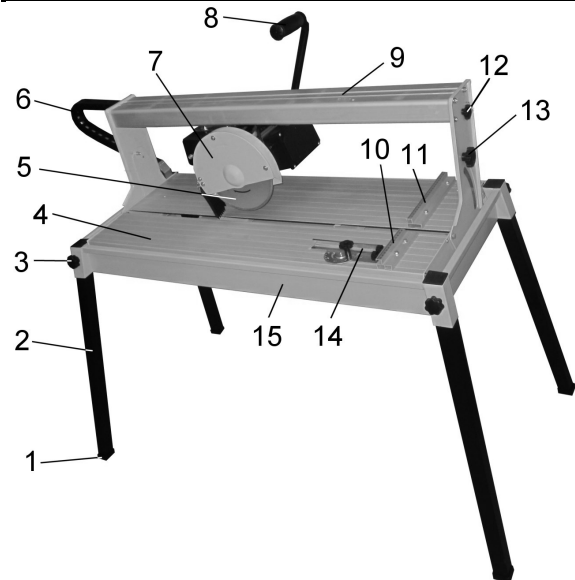

Рис. 2
12.2. Снимите защитный кожух (7), Рис.2,10.
12.4. Установите и зафиксируйте новый отрезной диск (5). Установите и закрепите защитный кожух (7), Рис. 2,10.
7. УСТРОЙСТВО (Рис. 2,3,4)
8. ТРАНСПОРТНОЕ ПОЛОЖЕНИЕ (Рис. 2÷4)
9.2. Сборка плиткореза (Рис.2÷9)
10.1. Регулировка угла резания (Рис. 2,4,9)
10.2. Регулировка угла наклона резания (Рис. 2,3,4)
10.3. Регулировка комбинированного угла резания (Рис. 2,3,9)
11.1. Принцип работы (Рис. 2÷4)
11.2. Подготовка к работе (Рис. 2÷4)
11.3. Выполнение работы (Рис. 2÷4)